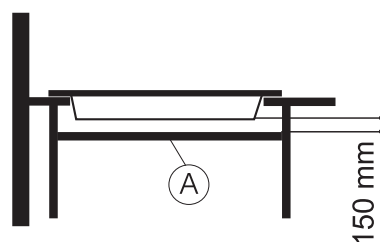

Fig. 3
- Em caso de montagem de uma prateleira "A" por baixo da placa, deixe uma distância mínima de 150 mm entre a placa e a prateleira (Fig. 3).